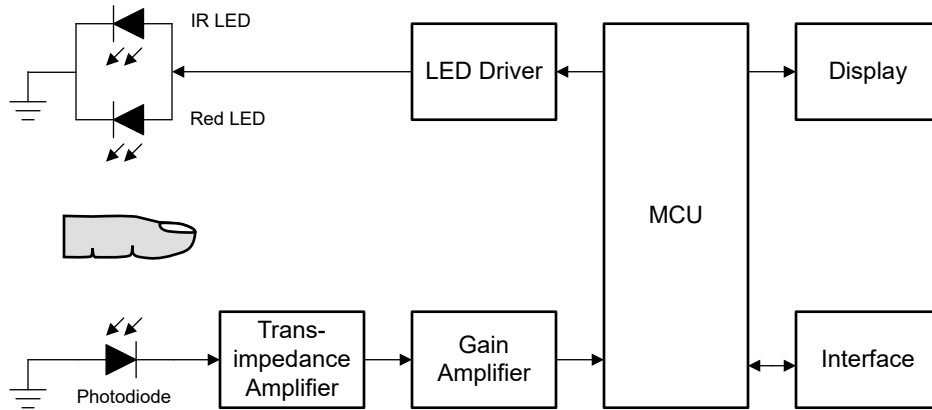

図 1-1. パルス オキシメータのブロック図
原理的に、HbO₂ と Hb は、光の波長によって異なる応答を示します。Hb は赤外 (IR) 光よりも赤色光を多く吸収する一方、HbO₂ は赤外光をより多く吸収します。図 1-1 に示すように、赤色発光ダイオードと IR 発光ダイオード (LED) を交互に駆動して指を通過させると、指で吸収されていない光の量 (感知素子としてフォトダイオードを使用) と、血液中の Hb および HbO₂ の濃度は関連しています。